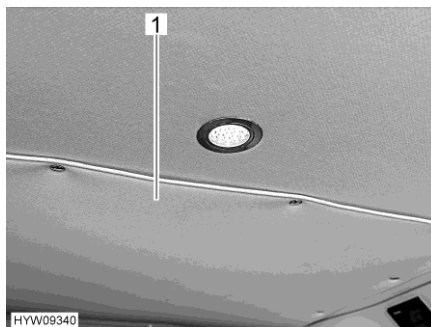
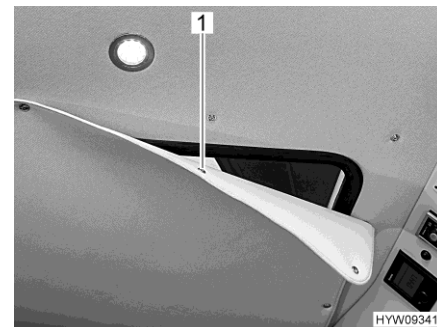

Fig. 33 Cache (fermé)
Fig. 34 Cache (partiellement ouvert)
- Retirer le cache (Fig. 33,1) recouvrant le pavillon de la cellule. Ouvrir pour ce faire les boutons pression (Fig. 34,1).
- Fermer le passage vers le toit relevable avec un cache (Fig. 33,1).